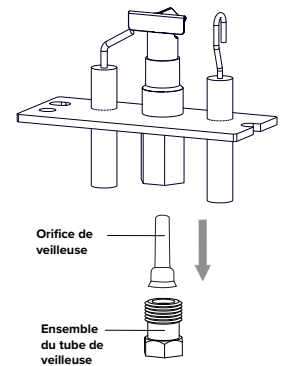

fig.4
- ☐ 9. Retirez les 2 vis fixant la veilleuse en place. À l'aide d'une clé de maintien et d'une clé de 7/16 po, retirez l'ensemble du tube de la veilleuse par le dessous (fig. 4).